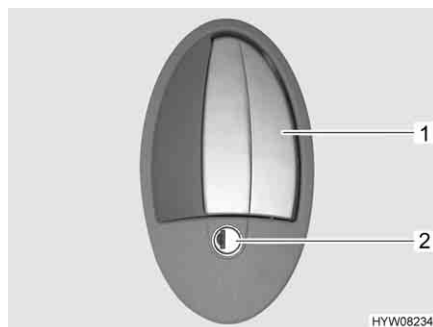

Fig. 11 Serratura della porta, lato esterno
- Inserire la chiave nel cilindro della serratura (Fig. 11,2) e ruotare fino a quando la serratura della porta si sblocca.
- Tirare la maniglia della porta (Fig. 11,1). La porta è aperta.
- Inserire la chiave nel cilindro della serratura (Fig. 11,2) e ruotare fino a quando la serratura della porta si blocca.